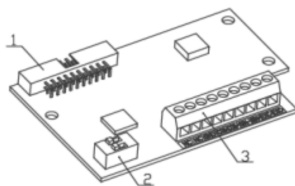
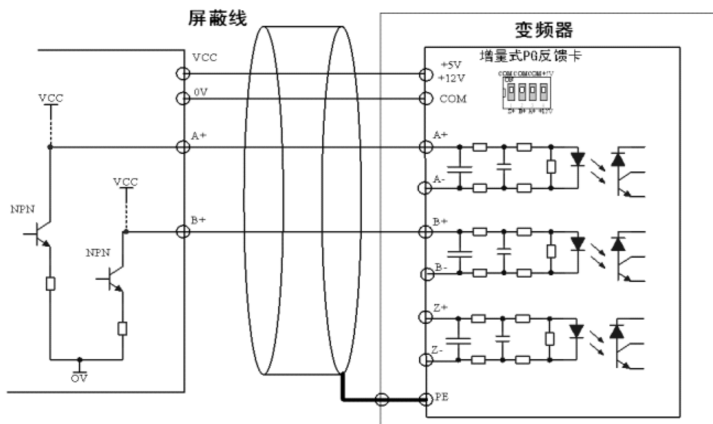

图4.22 旋变式PG卡
图4.23 电压型输出编码器接线图
(1) 编码器卡(PG)分为增量式和旋变式,其外形结构分别是图4.22和图4.23。